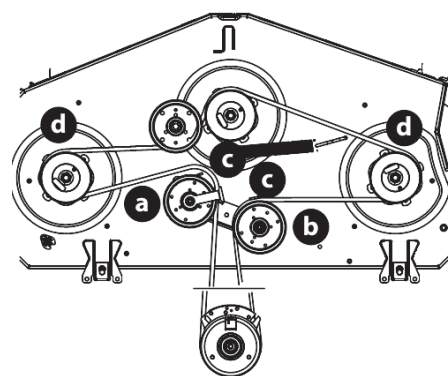

Рис. 33
2. Ослабьте, но не снимайте крепежные элементы на правом (а) и левом натяжном ролике (в) (рис. 33).